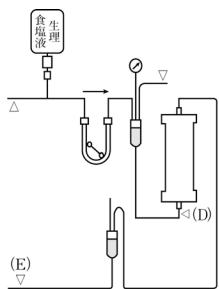

図 3 生理食塩液による本製品と血液回路の洗浄
- (6) 本製品の充填液を生理食塩液で置換する。(図 3)